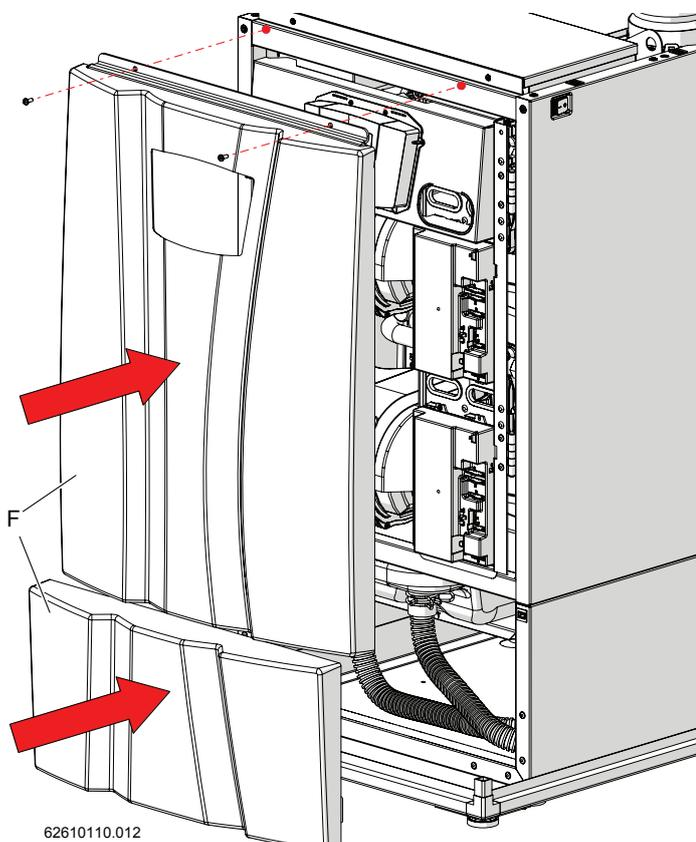
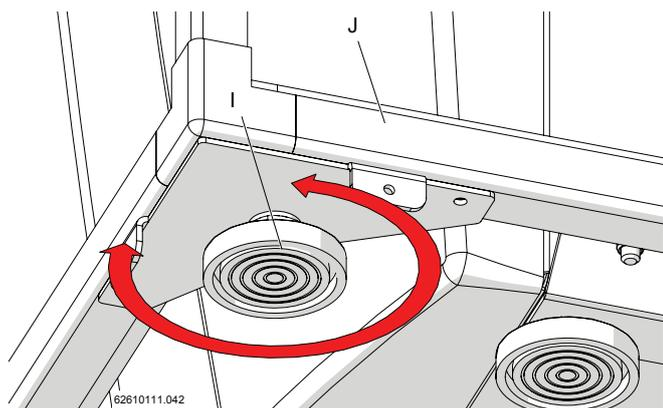
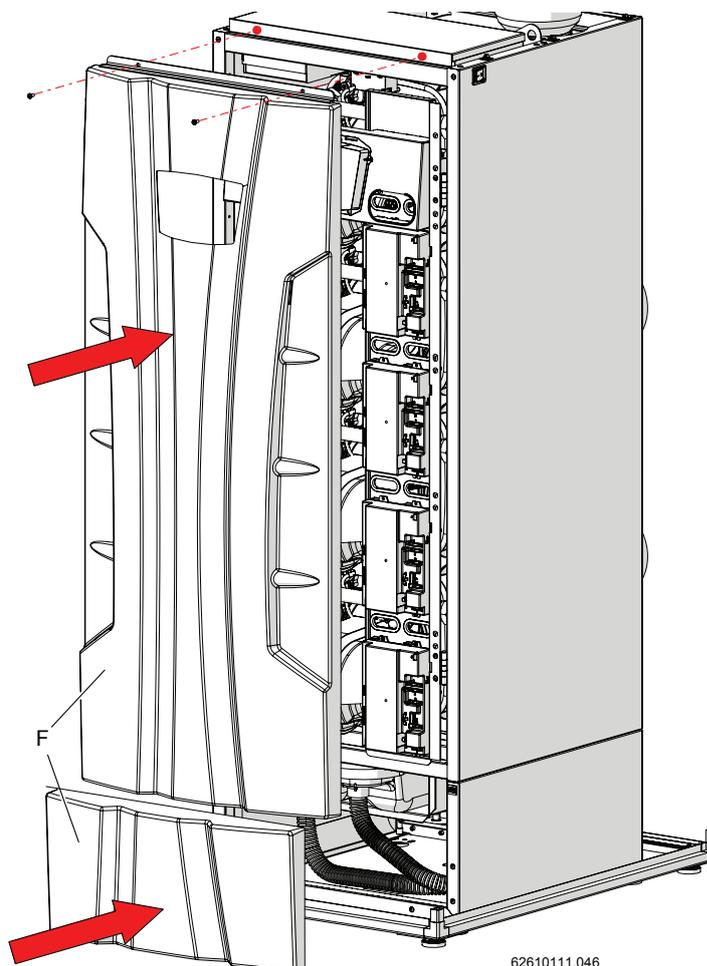

Figura 5-38
Figura 5-39
Figura 5-65
4.-inserire le coperture frontali inferiore e superiore "F" dell'apparecchio (Figura 5-38). Successivamente, agire sui piedi regolabili "H" del telaio inferiore "J" per regolarne la stabilità sul piano di installazione (Figura 5-39);
- 4.-inserire le coperture frontali inferiore e superiore "F" dell'apparecchio (Figura 5-65). Successivamente, agire sui piedi regolabili "I" del telaio inferiore "J" per regolarne la stabilità sul piano di installazione (Figura 5-39);